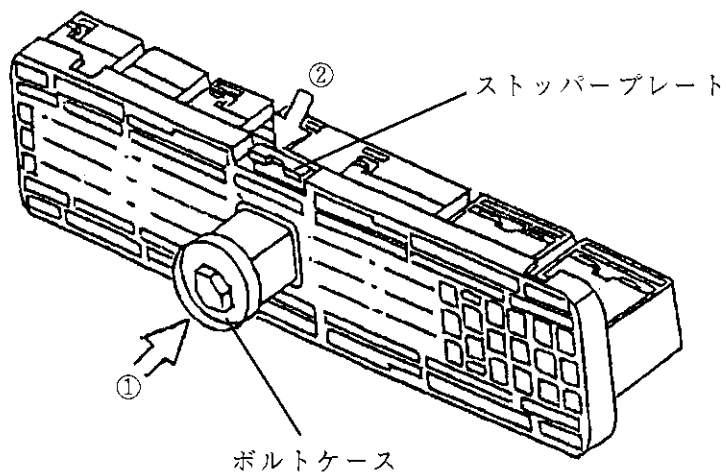

Fig. 11
- ① ボルトケースを Fig. 11 の如く停止する位置まで挿入した後、ストッパープレートを停止する位置まで挿入して下さい。